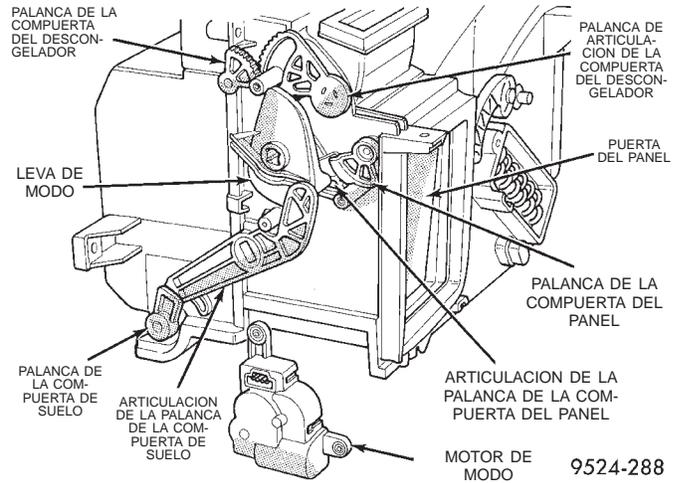

Fig. 76 Motor de modo
(2) Retire el motor de modo del A/A (Fig. 76).